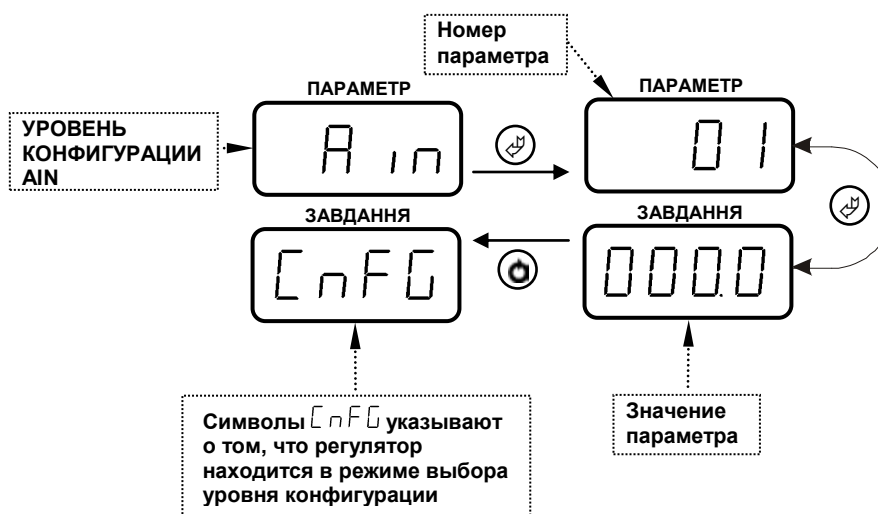

Рисунок 4.4 – Индикация уровня режима конфигурации, номера параметра и значения параметра.
- Параметры разделены по группам, каждая из которых называется "уровень". Каждое заданное значение (элемент настройки) в этих уровнях называется "параметром". Параметры, используемые в регуляторе МИК-111Н, сгруппированы в 13 уровней и представлены на диаграмме – см. рис 4.3. Индикация уровней режима конфигурации, номеров и значений параметров показаны на рис. 4.4.
В дальнейшем по тексту руководства по эксплуатации идет ссылка на параметр из таблицы параметров регулятора в виде XXX.YY (например AIN.01), где XXX – название уровня конфигурации, а YY – номер параметра (смотри рисунок 4.4).